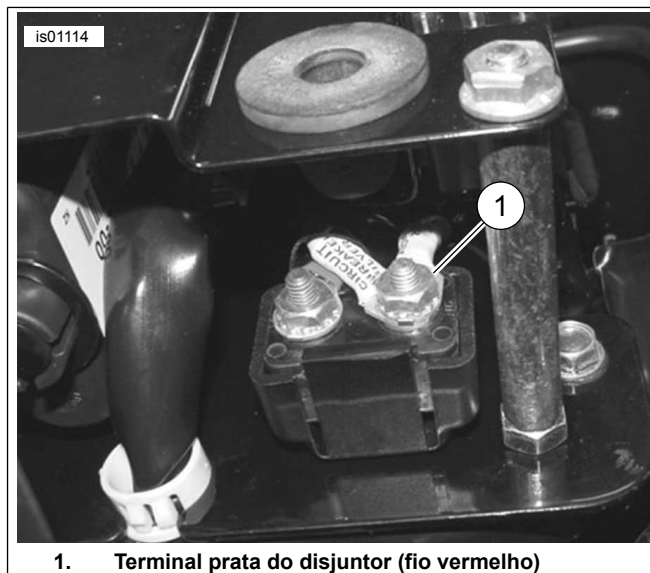

Figura 16. Conexões Dyna (modelos anos 2003 e anteriores), vista inferior com a tampa lateral esquerda removida
1. Veja Figura 16 . Oriente o fio vermelho do chicote de fios da manopla aquecida pelo topo do quadro sob o assento até o disjuntor no lado interno da tampa lateral elétrica.